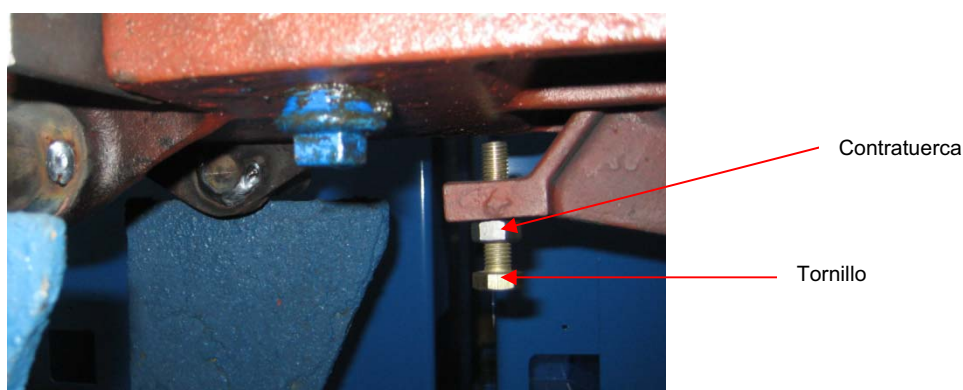

Fig. 7-5 Regulación del Pedal
- Aflojar la contratuerca. (Ver Fig. 7-5).